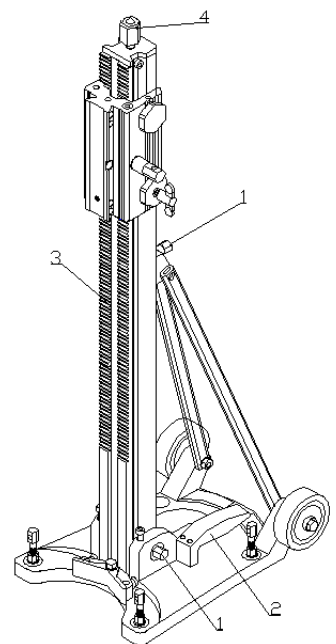

Bild 3-4
- Abstützkopf (4) (nicht bei allen Modellen!) (Bild 3-4)
3.2.4 Transport (Bild 3-4)